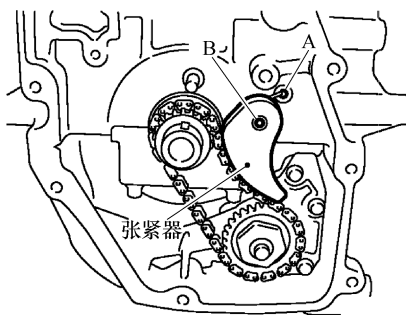

图 3-73 安装链条张紧器
a. 将壳体插入轴(B), 同时将弹簧插入缸体前表面的固定孔(A), 如图 3-73 所示。